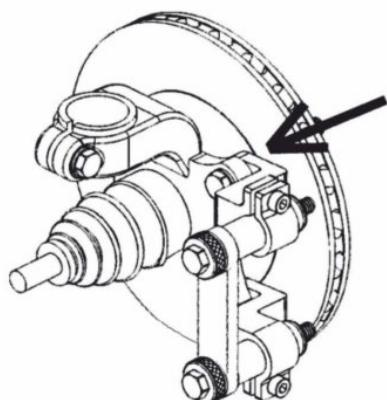

Рисунок 15
- 7.2.2** Используйте красный крепежный адаптер, если отверстия для крепления суппорта не имеют резьбы (см. рис. 15).
- 7.3.2** Изгиб должен оказаться прямо напротив привода (см. рис. 15)
- Изгиб должен оказаться прямо напротив привода (см. рис. 15)